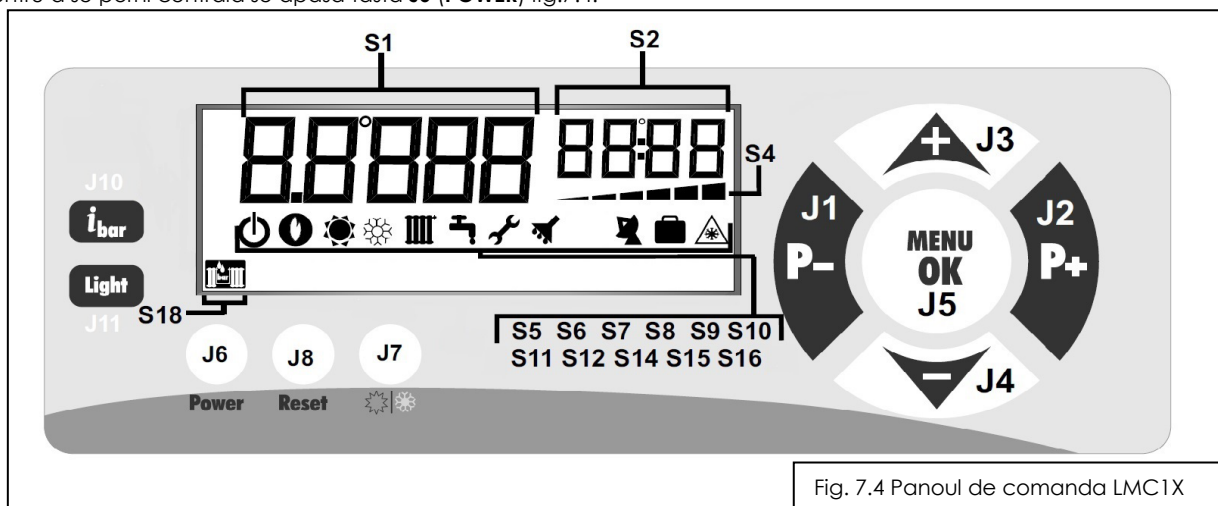

Fig. 7.4 Panoul de comanda LMC1X
- se monteaza un furtun flexibil cu D int = 9mm la aerisorul manual - fig. 7.4 (in cazul centralelor fara aerisor automat);
Pentru a se porni centrala se apasa tasta **J6 (POWER)** fig.7.4.